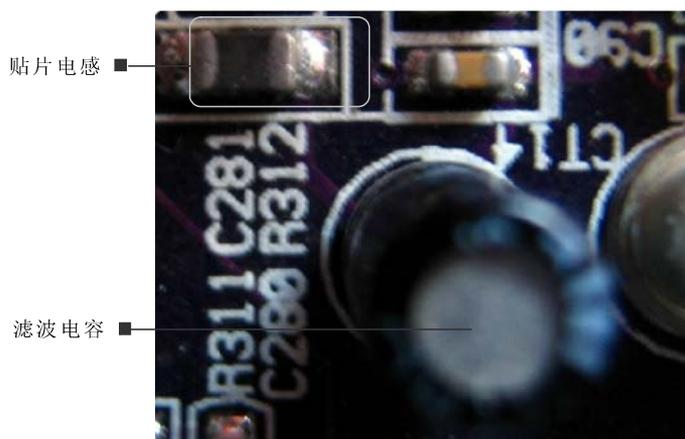

图 9-3 时钟发生器连接的电感
- ① 有供电，时钟发生器芯片的供电基本上都经过贴片电感进入时钟发生器芯片，如图 9-3 所示。时钟发生器芯片的供电一般有 1 组~2 组，如果是 1 组则为 +3.3V 供电，如果是 2 组则为 3.3V 与 2.5V 供电，目前支持 Pentium 4 的主板其系统时钟芯片供电只有 3.3V 一个。